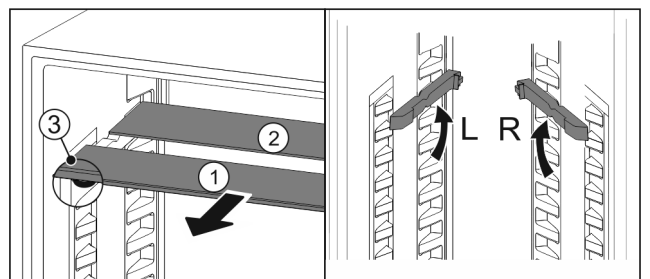

Fig. 19
- Glasplaten afzonderlijk vanaf de voorkant eruit trekken Fig. 19 (1).
- ▷ Glasplaat *Fig. 19 (1)* met sierlijst ligt voor.
- ▷ Stops *Fig. 19 (3)* zijn naar onder gericht.